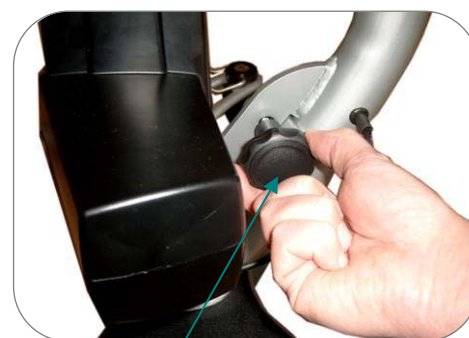

Fig 1.6D
- ❶ Stecken Sie die Handschraube in das dafür vorbestimmte Loch und ziehen Sie an. Bemerken Sie bitte, dass Sie die Handschraube nicht in das Loch stecken können, wenn der Ständer nicht richtig in der Aufnahme des Fahrgestelles eingepasst ist. Fig. 1.6D